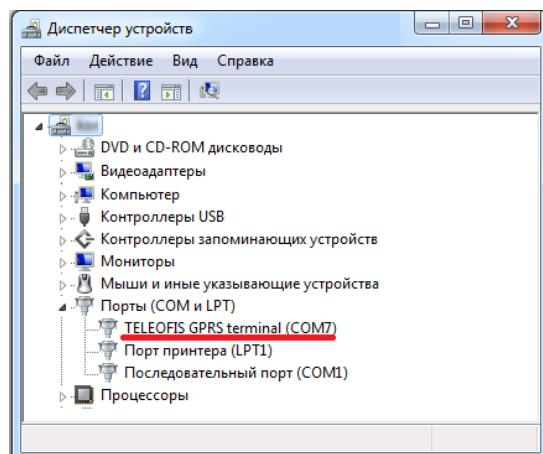

Рис. 24. Терминал WRX в OC Windows.
- После инсталляции драйвера в системе появится новый виртуальный COM порт: «**TELEOFIS GPRS Terminal**». Узнать номер порта и проверить правильность установки драйвера модема можно в диспетчере устройств (**Система → Диспетчер устройств**) в разделе **COM и LPT порты** (Рис. 24).